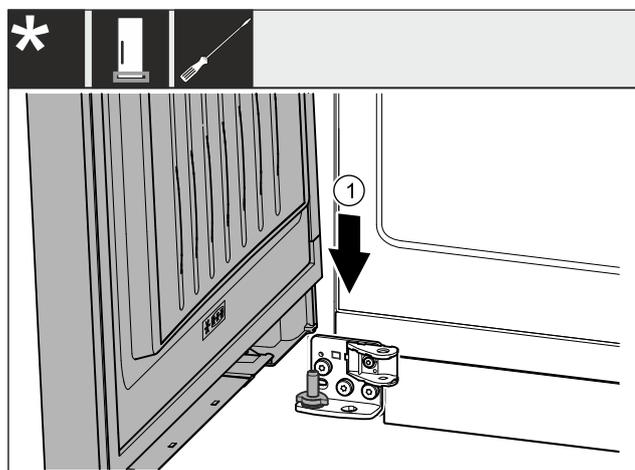

Fig. 31
- ▶ Colocar la puerta desde arriba sobre los pernos del cojinete inferior. Fig. 31 (1)